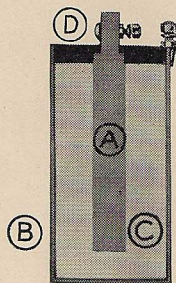

Fig. 4. Coupe d'une pile sèche.
Les piles de ce genre contiennent du liquide, de sorte qu'elles ne sont pas faciles à manier. Pour remédier à cet inconvénient, on introduit des piles sèches, employées aujourd'hui pour les lampes électriques de poche. Elles fonctionnent de la même manière que les autres, mais le liquide immobilisé est contenu dans un vase de zinc placé à l'intérieur. (Fig. 4, B). L'électrode positive (A) est constituée par une tige de charbon placée au centre du vase de zinc et entourée par du bioxyde de manganèse. Le tout est recouvert de poix ou par une autre substance imperméable servant d'isolateur. (D).